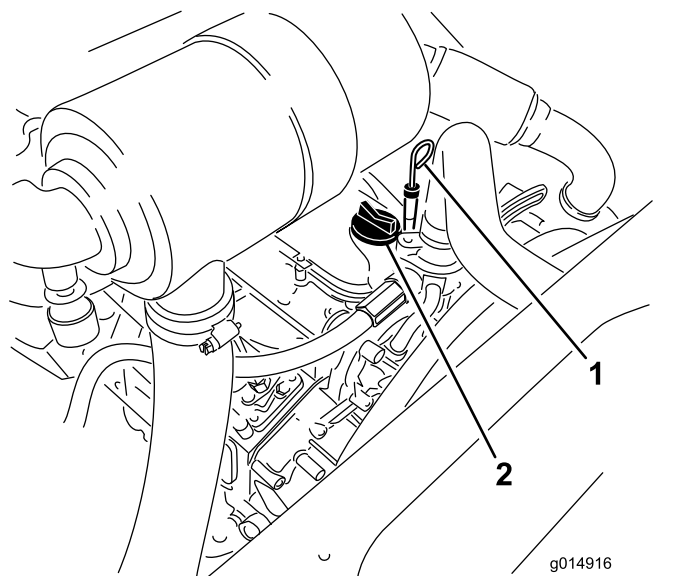

Рисунок 32
3. Извлеките масломерный щуп, тщательно протрите и снова вставьте его (Рисунок 32).
5. Если уровень масла находится ниже отметки Full (Полный), снимите крышку заливной горловины (Рисунок 32) и добавляйте масло, пока его уровень не достигнет отметки Full (Полный) на щупе.